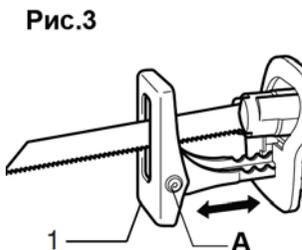

Рис.3
Регулировка положения башмака (Рис.3).
Если эффективность резки башмака снизится в одном месте вдоль режущей кромки, переместите башмак, чтобы использовать острую, неиспользованную часть режущей кромки. Это поможет продлить срок службы полотна. Чтобы отрегулировать положение башмака ножовки, оттяните рычаг (3). Передвиньте башмак вперед или назад в нужное положение (см. Рис.3).